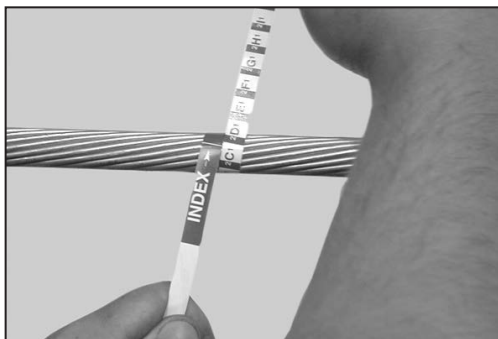

Figura 5
- envolva a fita ao redor do cabo (figura 5);